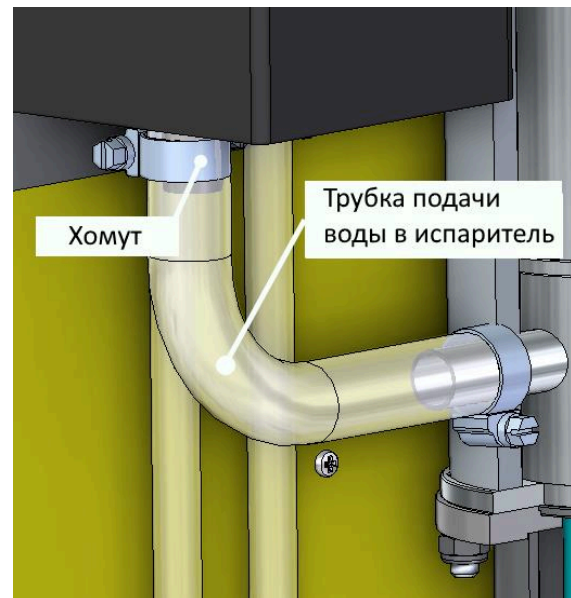

Рис. 6 Расположение трубки подачи воды
- снять трубку подачи воды из ванны в испаритель указанной на рис. 6, открутив хомут, слить остатки воды в емкость;